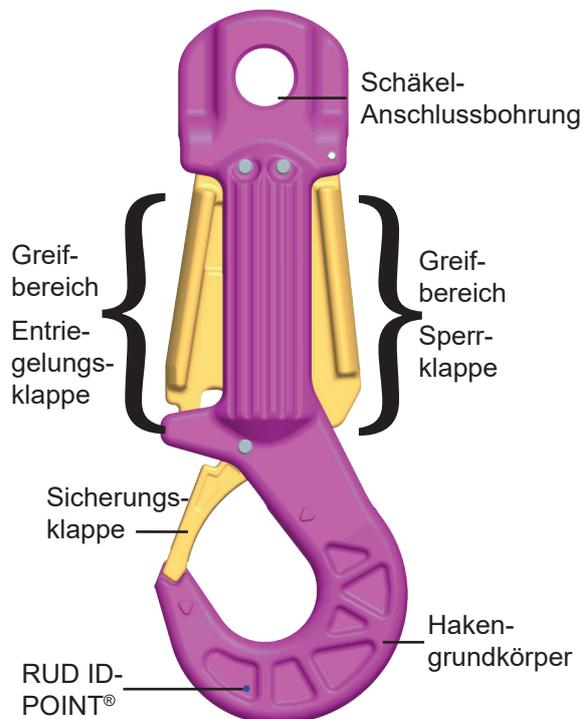

Abb. 8: Detailbeschreibung ROV-HOOK
Führen Sie nachfolgende Prüfungen **immer vor und nach jedem Gebrauch** sorgfältig durch (vgl. Abb. 8 Detailbeschreibung ROV-HOOK).
- Die Rückstellfunktion von Entriegelungsklappe und Sicherungsklappe muss gewährleistet sein. Die Sicherungsklappe darf sich im verriegelten Zustand nicht öffnen. Funktionskontrolle von Sicherungs-, Entriegelungs- und Sperrklappe vgl. Abb. 8 und Abschnitt 3.4.3 Öffnen des ROV-HOOK durch ROV-Manipulator.